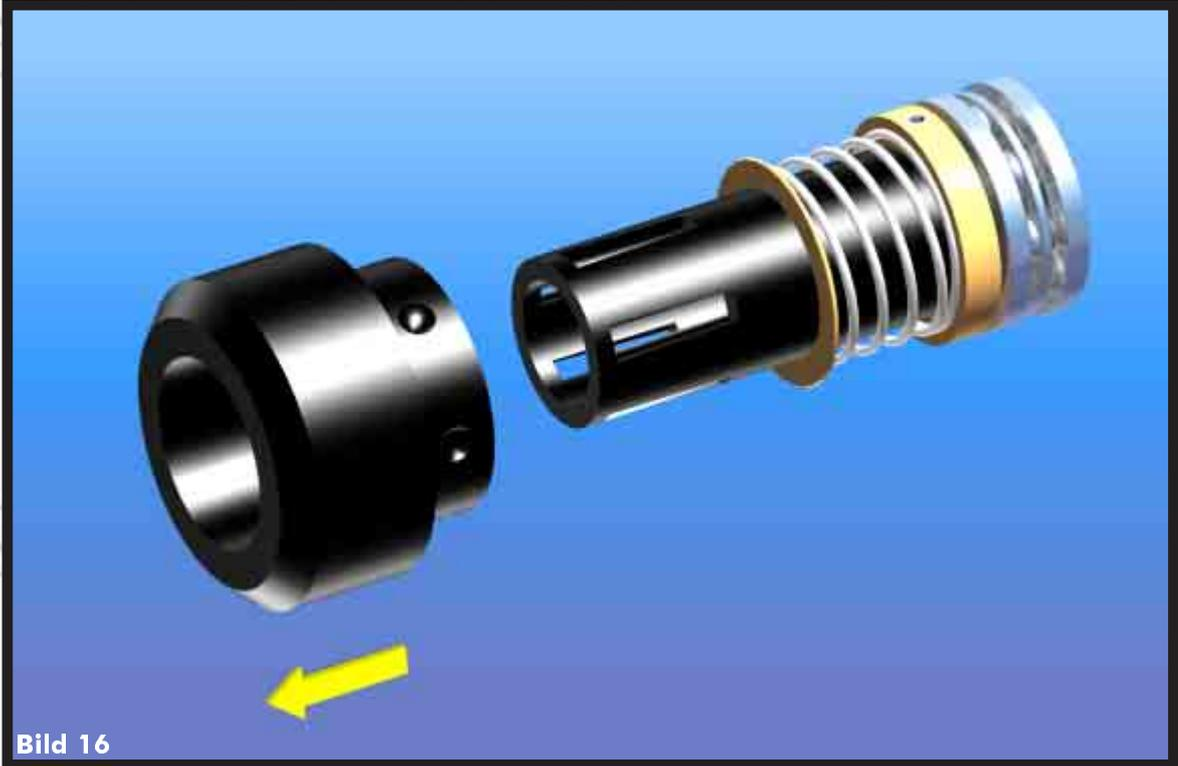

Bild 16
- > **Nach der Entnahme der Glätt-Rollen können Sie den Zylinder nach vorne vom Käfig ziehen (Bild 16)**